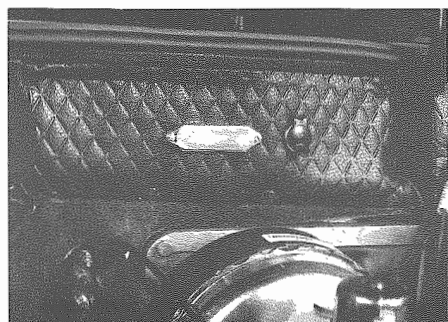

Fig. 13 - Pannelli rivestimento
- Smontare i pannelli rivestimento ai lati della presa aria abitacolo nel vano motore (**Fig. 13**).
- Disassemble covering panels located in the engine compartment to the side of the interior compartment air intake duct (**Fig. 13**).